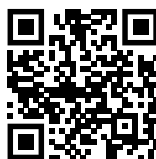

Fig. 98
- ▶ Otworzyć Liebherr SmartMonitoring Dashboard. (patrz Fig. 98)